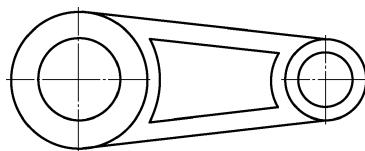

图 8-52 打开视图
- 打开初始文件“Z8g6.slddrw”，打开视图，如图 8-52 所示。